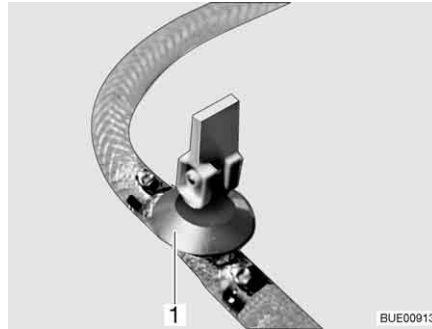

Bild 135 Ablasshahn
- Ablasshahn/Ablasshähne schließen. Dazu den Kipphebel (Bild 135,1) waagrecht stellen.
- Ablasshahn/Ablasshähne (Bild 135) öffnen. Dazu den Kipphebel (Bild 135,1) senkrecht stellen. Der Boiler wird nach außen entleert.